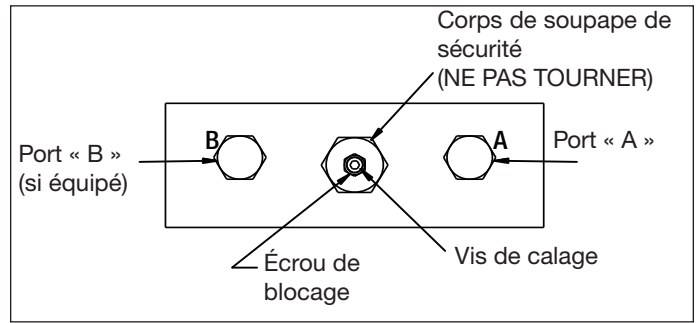

Figure 10
1. Installer une jauge de 0 à 1 035 bar (0 à 15 000 psi) sur le port « A » (Figure 10).